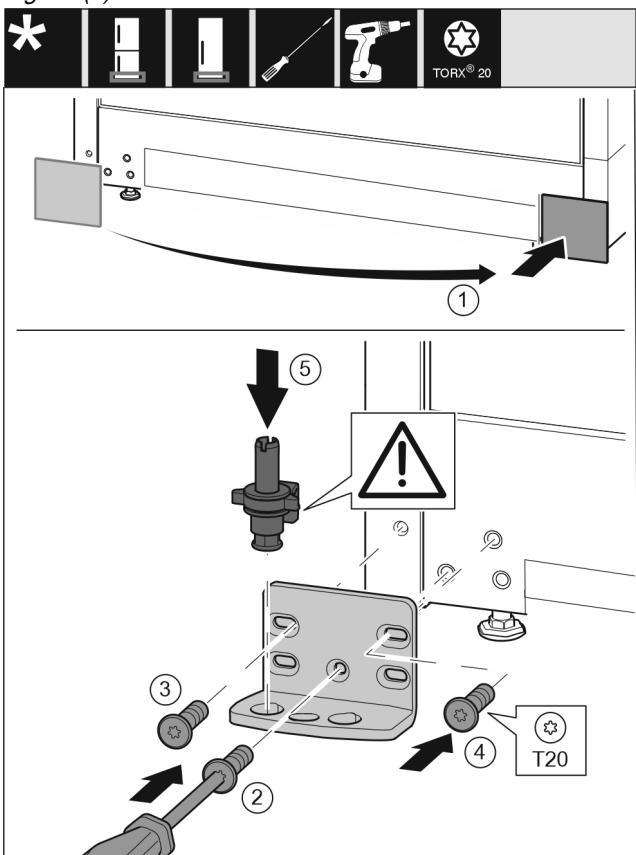

Fig. 16
- Skinite pokrov i postavite ga na drugoj strani. Fig. 16 (1)
- Postavite podložak ležaja na drugoj strani i zavijte pomoću odvijača T20. Započnite s vijkom 2 dolje u sredini. Fig. 16 (2)
- Pritegnite vijak 3 i 4. Fig. 16 (3,4)
- Kompletno umetnute podložak ležaja. Pri tome pazite da je ispučenje za blokiranje okrenuto prema otvara. Fig. 16 (5)